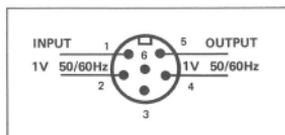

Fig. 6.9.6
6. Maschine einschalten. Am Pilottonverstärker-Eingang 1V/50 Hz einweisen (Fig. 6.9.6). NF-Voltmeter am Audiokanal-Ausgang anschliessen.
6. Switch on machine. Apply 1V/50 Hz to input of pilot tone amplifier (fig. 6.9.6). Connect AF voltmeter to audio channel output.
6. Mettez l'appareil sous tension. Appliquez 1V/50 Hz à l'entrée de l'amplificateur de signal pilote (fig. 6.9.6). Connectez un voltmètre BF à la sortie du canal audio.
1. Am Pilottonverstärker-Eingang 1V/50 Hz einspeisen. NF-Voltmeter am Audiokanal-Ausgang anschliessen (Fig. 6.9.6).
1. Apply 1V/50 Hz to pilot tone amplifier input. Connect AF voltmeter to audio channel output fig. 6.9.6
1. Appliquez 1V/50 Hz à l'entrée de l'amplificateur du signal pilote. Connectez le voltmètre BF à la sortie du canal audio (fig. 6.9.6).
2. Maschine einschalten. Am Pilottonverstärker-Eingang 1 V/50 Hz einspeisen. NF-Voltmeter am Pilottonverstärker-Ausgang anschliessen (Fig. 6.9.6).
2. Switch on machine. Apply 1V/50 Hz to input of pilot tone amplifier. Connect AF voltmeter to output of pilot tone amplifier (fig. 6.9.6)
2. Mettez l'appareil sous tension. Appliquez 1V/50 Hz à l'entrée de l'amplificateur de signal pilote. Raccordez le voltmètre BF à la sortie de l'amplificateur de signal pilote (fig. 6.9.6).
2. Maschine einschalten. Am Pilottonverstärker-Eingang 1V/50Hz einsteisen (Fig. 6.9.6)